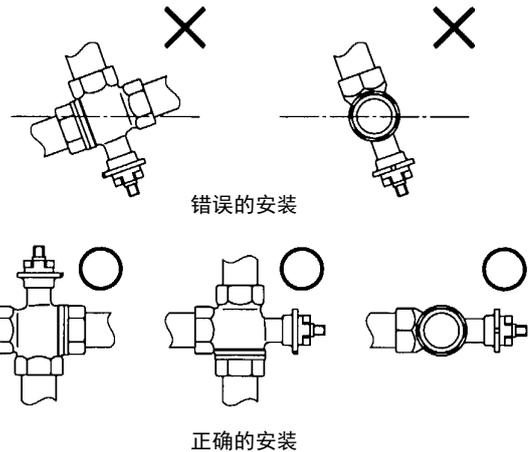

图3 安装姿势
- 7) 安装本产品的姿势，可正立或横向（90度倾斜），可任意安装，但执行器不能位于阀体的下方。（见图3）